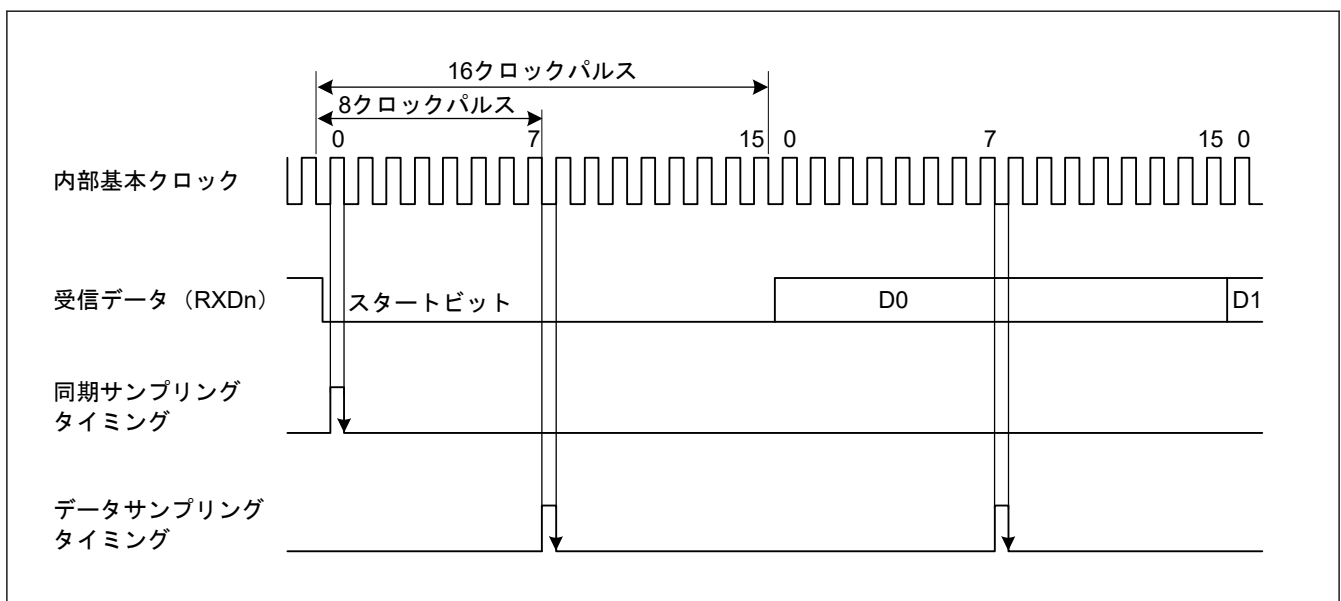

図 26.7 調歩同期式モードでの受信データサンプリングタイミング
また、図 26.7 に示すように、受信データは基本クロックの 8 パルス目^(注1)の立ち上がりエッジでサンプリングされるため、各ビットの途中でデータが取り込まれます (サンプリング時間を調整しない場合 (SPTR.ASEN = 0))。調歩同期式モードでの受信マージンは以下の式 (1) で決定されます。
スタートビットの決定条件は、Low 状態がビットの中間点より後ろまで続くことです。サンプリングタイミングと同様です。図 26.7 では、スタートビットを検出するためには Low 状態が 8 サイクルより長く続く必要があります。Low 状態が 8 サイクルより長く続かなかった場合は、IP はこれをノイズと判断します。したがって IP は受信を開始せず、スタートビットを待ちます。